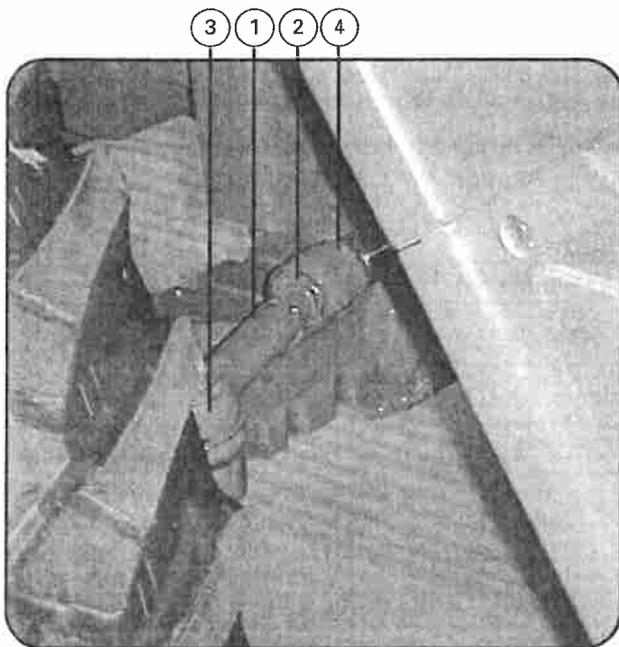

Fig. 25
1) DIRECCION (TM-15.16 - HST) (Fig. 25)